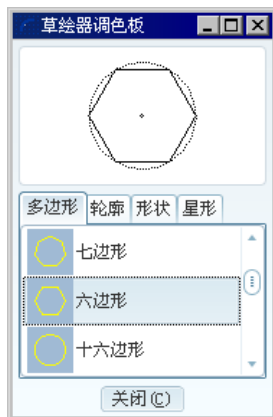

图 4.6.9 “草绘器调色板”对话框
Step3. 选择命令。选择下拉菜单 **草绘(S) → 数据来自文件(F)... → 调色板...** 命令（或在工具栏中单击“调色板”  按钮），系统自动弹出图 4.6.9 所示的“草绘器调色板”对话框。